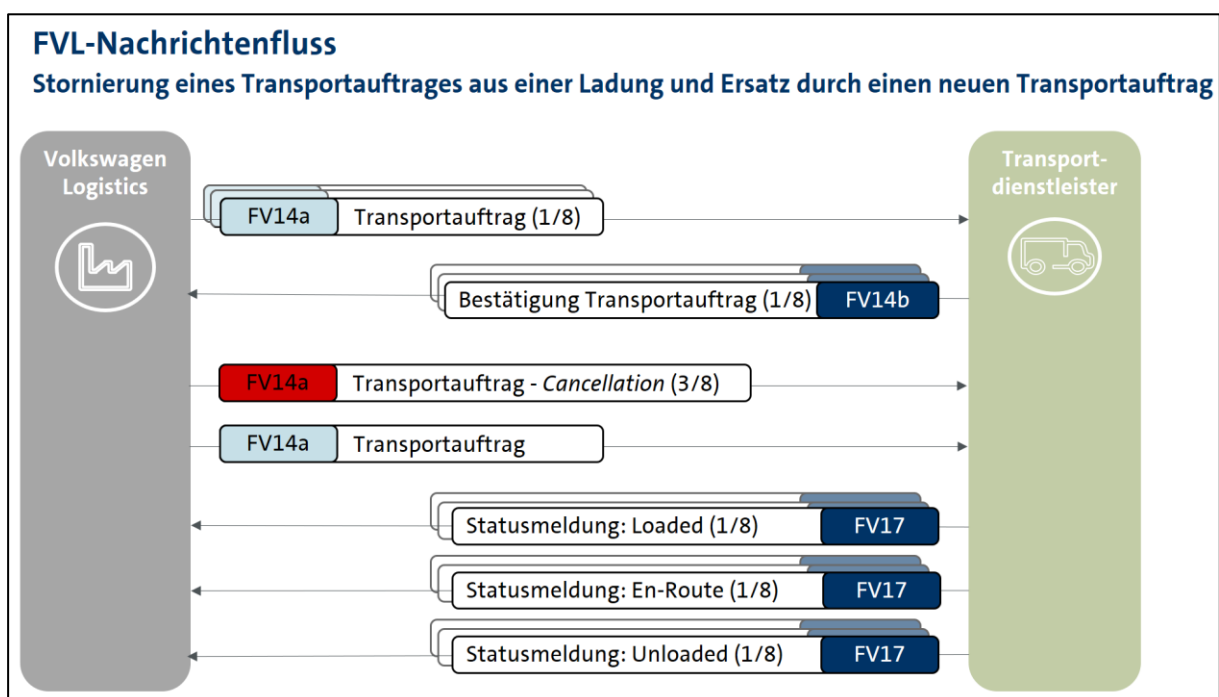

Abbildung 10: Stornierung eines Transportauftrages aus einer Ladung und Ersatz durch einen neuen Transportauftrag nach Bestätigung des Auftragnehmers
Um dem Auftragnehmer dennoch die vorgesehene Anzahl an Fahrzeugen zur Verfügung zu stellen, kann in solchen Fällen ein Tausch von Fahrzeugen erfolgen. Dabei werden die Transportaufträge der nicht transportfähigen Fahrzeuge der Ladung storniert und gleichzeitig oder zumindest zeitnah eine entsprechende Anzahl von transportfähigen Fahrzeugen mit der gleichen Ladungsnummer neu beauftragt (siehe Abbildung 10).
**Beispiel aus Abbildung 10:** Einem Spediteur werden acht Transportaufträge übermittelt. Diese sind als Komplettladung aus einem Werk gemeinsam abzuholen und daher als Ladung zusammengefasst. Der Spediteur bestätigt die Abholung der Ladung ordnungsgemäß. Aufgrund einer spontan aufgetretenen Sperre, darf Fahrzeug Nr. 3 aus der Ladung nicht transportiert werden. Als Ersatz für das gesperrte Fahrzeug wird der Ladung ein neues Fahrzeug zugeordnet. Dies kommuniziert der Auftraggeber, indem der Transportauftrag für das gesperrte Fahrzeug Nr. 3 storniert wird, und ein neuer Transportauftrag für das Ersatzfahrzeug erstellt wird. Dieser wird anhand der Referenz „LoadingList“ in dem Transportauftrag der Ladung zugeordnet. Da dieser Tausch auch kurzfristig erfolgen kann, bedarf es keiner weiteren Bestätigung des Transportauftrages durch den Auftragnehmer. Das Verladen des Ersatzfahrzeuges wird als konkludentes Handeln angesehen, welches die explizite Bestätigung des Transportauftrages ersetzt. Der Spediteur kann entsprechend seiner Planung acht Fahrzeuge abholen, da ein gesperrtes Fahrzeug der Ladung kurzfristig ausgetauscht bzw. durch ein transportfähiges Fahrzeug ersetzt wurde.